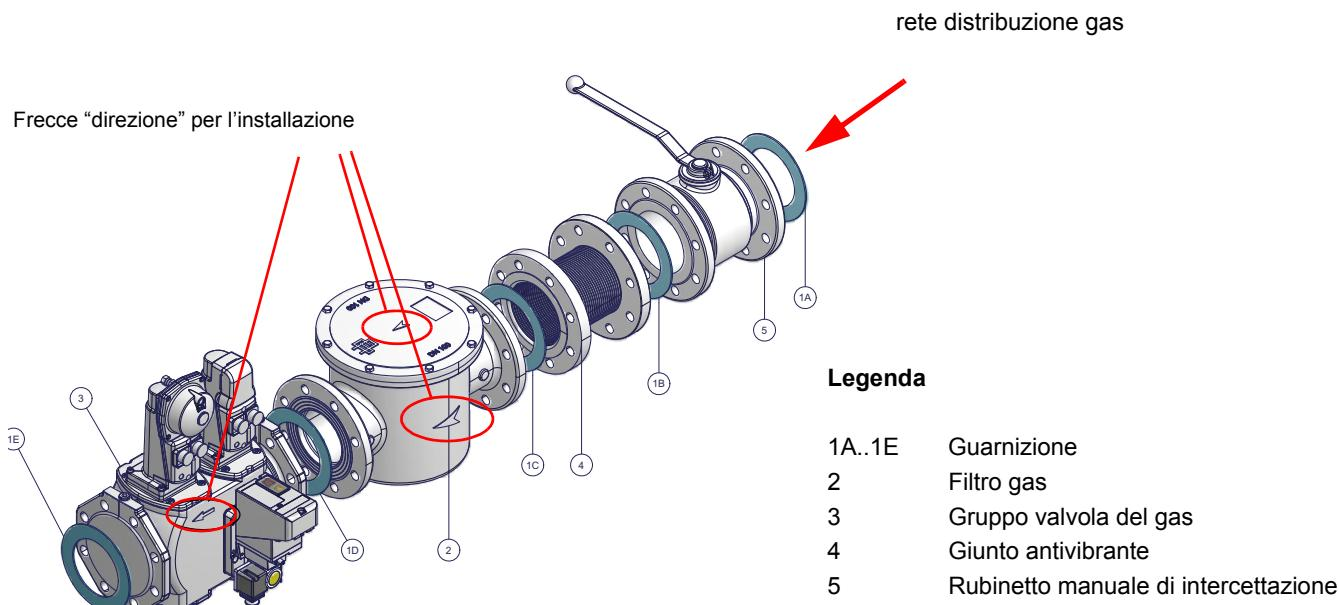

Fig. 5 - Esempio di rampa gas
- 1) nel caso di giunti flangiati: interporre tra un componente e l'altro, una guarnizione (n. 1A..1E - Fig. 5) compatibile con il gas utilizzato,
ATTENZIONE: una volta montata la rampa secondo lo schema riportato in Fig. 5, deve essere effettuata la prova di tenuta del circuito gas, secondo le modalità previste dalla normativa vigente.